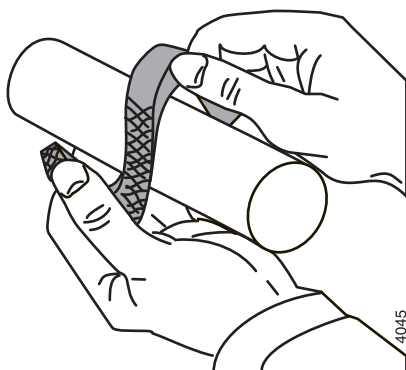

Bild 16: Öppning av packningsringar.
- 1 Sätt på de 5 packningsringarna. Placera packningarna så att varannan öppning kommer åt samma håll. Packningsringarna får böjas upp endast i axialled, se bild 16.